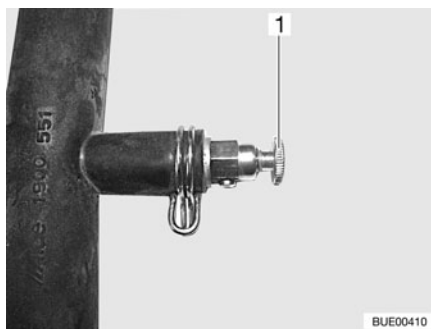

Fig. 161 Válvula de purga de la calefacción de agua caliente
- Abrir la válvula de purga (Fig. 161,1) y dejarla abierta hasta que deje de salir aire.